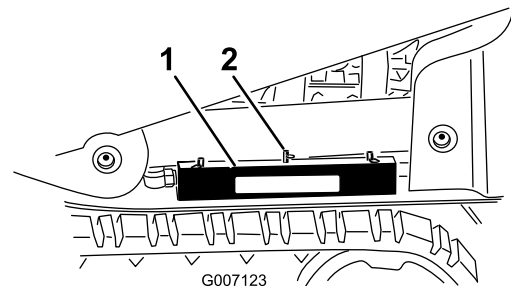

Figura 29
4. Retire la chaveta y el pasador de horquilla que fijan el bloqueo del cilindro al bastidor (Figura 29).
- Coloque el bloqueo del cilindro en su lugar de almacenamiento en el bastidor y fíjelo con el pasador y la chaveta (Figura 29).